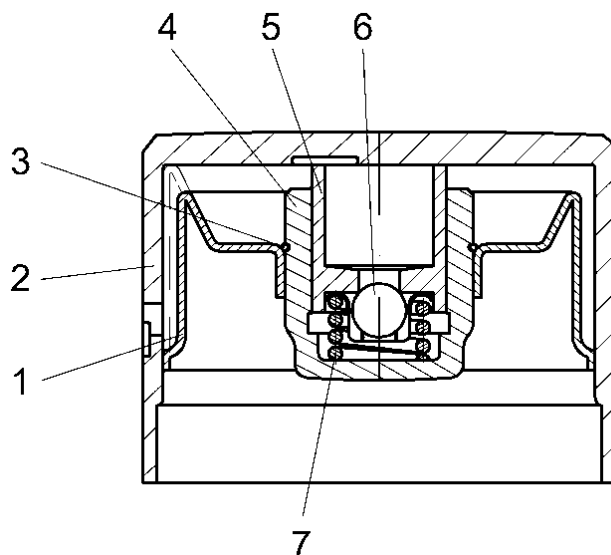

Рис.25. Гидротолкатель:
**Гидротолкатели** (рис.25) – выполнены в виде цилиндрического стакана с плунжерной парой гидрокомпенсатора внутри и канавкой с отверстием для подвода масла от магистрали в головке цилиндров снаружи. Гидротолкатели обеспечивают беззазорный контакт кулачка распределительного вала с торцом клапана за счет давления масла и действия пружины гидрокомпенсатора.